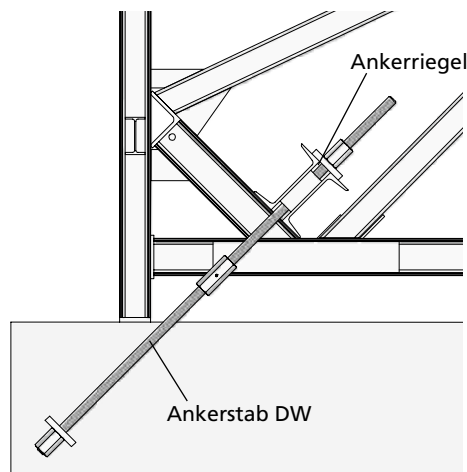

Abb. 11.5
■ Mit Ankerstab DW 20 oder DW 26,5 und Ankerriegel 80 oder 245 (Abb. 11.5).